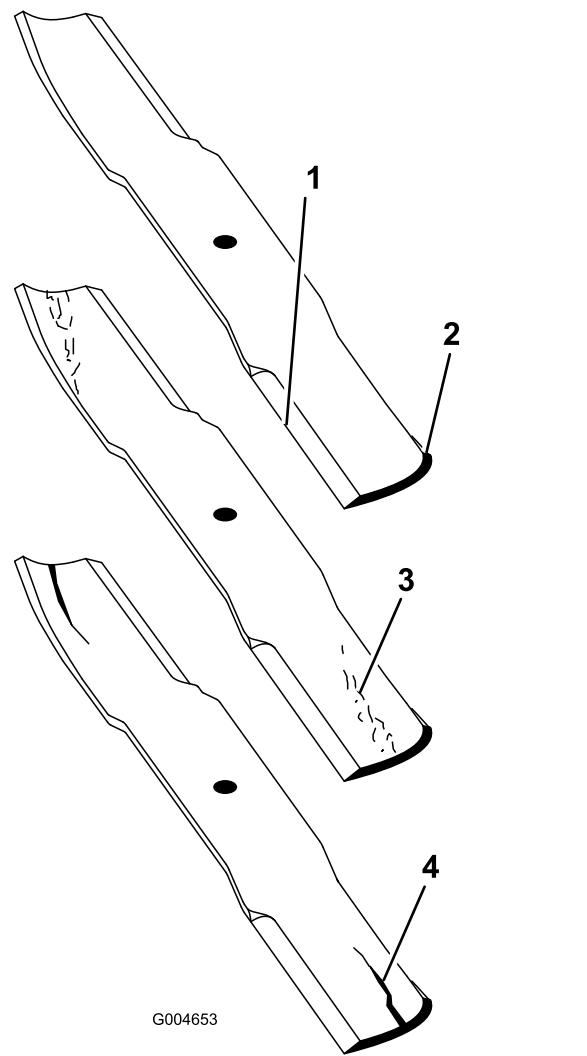

Figura 118
2. Verificate accuratamente i taglienti, con particolare attenzione ai punti d'incontro delle sezioni piatta e curva della lama (Figura 118).
Nota: Sabbia e materiali abrasivi possono consumare il metallo che connette le sezioni piatta e curva della lama, per cui si consiglia di controllare la lama prima di usare il tosaerba. Se notate dell'usura (Figura 118), sostituite la lama.